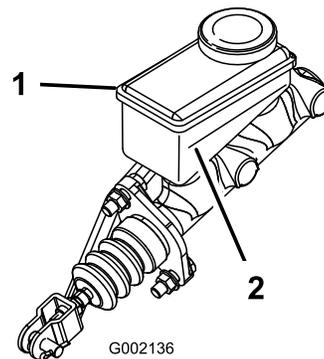

図 54
3. タンクの側面についているマークで、量を点検する 図54。
- B. 最低ラインより上まで DOT 3 ブレーキ液を補給する 図 54。